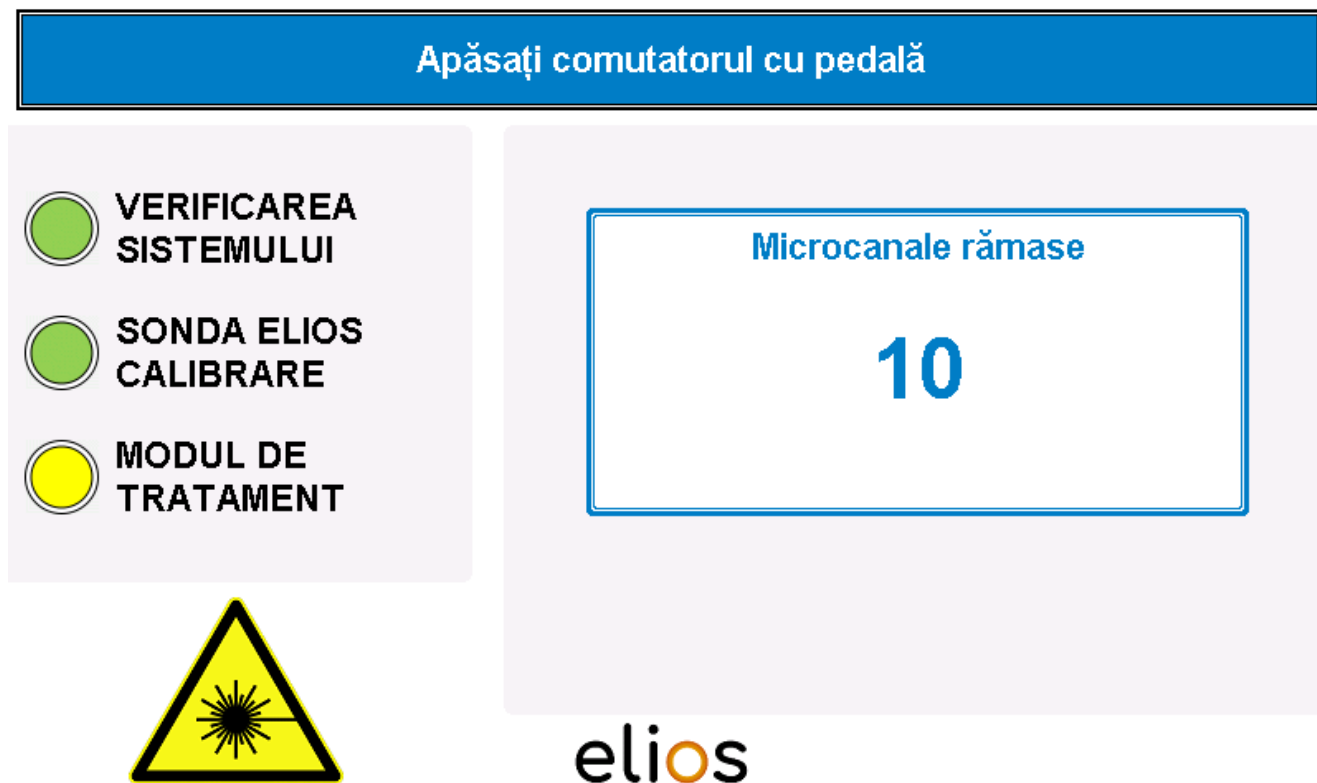

Fig. 4-15: MODUL DE TRATAMENT
- Laserul este **imediat** declanșat prin activarea comutatorului cu pedală, se poate efectua un tratament (20 de impulsuri) (Fig. 4-15).
- Afișajul arată numărul rămas de canale micro (Fig. 4-15).